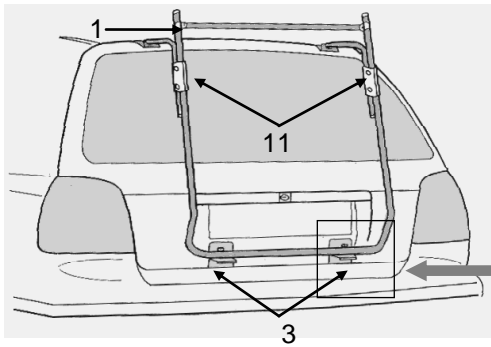

Abb. 4.2.
4. Befestigen Sie die Gummiformteile (24) an den unteren Montageelementen. Bei einigen Montageelementen wurden bereits werkseitig Lackschutzfolien eingeklebt, die keinesfalls entfernt werden dürfen (die Form kann von den abgebildeten Winkeln abweichen). Hängen Sie die Elemente in die leicht geöffnete Heckklappe ein siehe Abb. 4.1, bzw. schieben Sie die obere Platte hinter das Kennzeichen siehe Abb. 4.2. Richten Sie die unteren Montageelemente (3) so aus, daß die Vierkantstanzungen der unteren Montageelemente (3) genau unter den Bohrungen des Trägerrohres liegen.